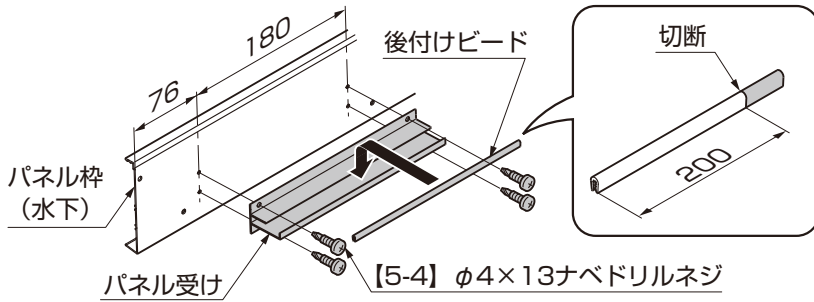
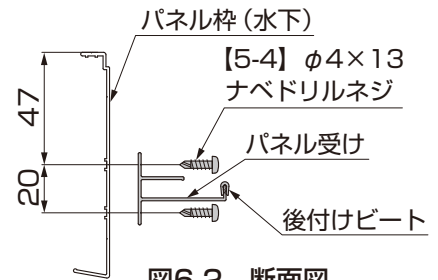

図6-1 パネル枠（水下）の組立て
図6-2 断面図
- ① パネル受けをパネル枠（水下）に【5-4】で取付けてください。（図6-1、図6-2参照）
- ② 後付けビードをパネル受けに取付けてください。（図6-1参照）